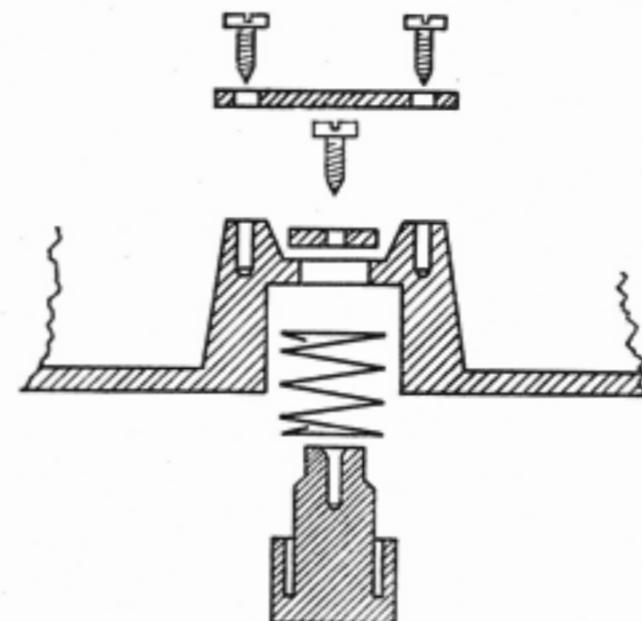

Abb. 6
Wir schieben zuerst die Druckfeder (20) über den Ansatz des Knopfes (16) und führen den Knopf von unten durch das sich im Unterteil befindliche Loch nach oben, legen die Scheibe (32) auf den Ansatz des Knopfes und verbinden Knopf, Druckfeder und Scheibe durch eine Zylinderblechschraube (Abb. 6). Bevor wir die Zylinderblechschraube im Knopf festziehen, legen wir ein abisiertes Ende des vorbereiteten Schaltdrahtes zwischen Schraubenkopf und Scheibe herum. Das Herumlegen muß im Uhrzeigersinn erfolgen, damit sich der Draht beim Eindrehen der Schraube ordentlich festklemmt. Jetzt legen wir die Kontaktfeder (19) auf die Zapfen des Unterteils und befestigen sie mit zwei Zylinderblechschrauben (29), gleichzeitig legen wir unter einen von beiden Schraubeköpfen das abisierte Ende des zweiten Schaltdrahtes und ziehen es mit fest (Abb. 6).